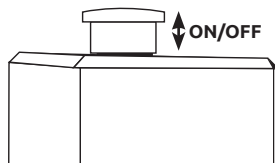

figure 2
- ▶ Ανοίξτε τη βαλβίδα εξόδου, ρυθμίστε το κουμπί του διακόπτη πίεσης στη θέση "ON" (fig.2) και αφήστε τον αεροσυμπιεστή να λειτουργήσει για 10 λεπτά χωρίς φορτίο, προκειμένου να εξασφαλιστεί η λίπανση των κινούμενων μερών πριν από την κανονική λειτουργία.